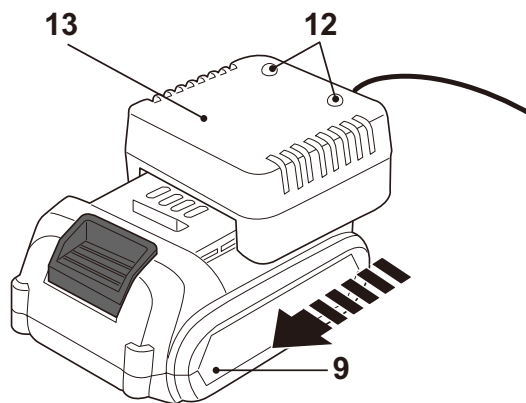

Fig. 6
- > Alignez l'embase [13] sur le dessus du bloc batterie [9] et faites-le coulisser sur le bloc batterie pour le fixer (Fig. 6).